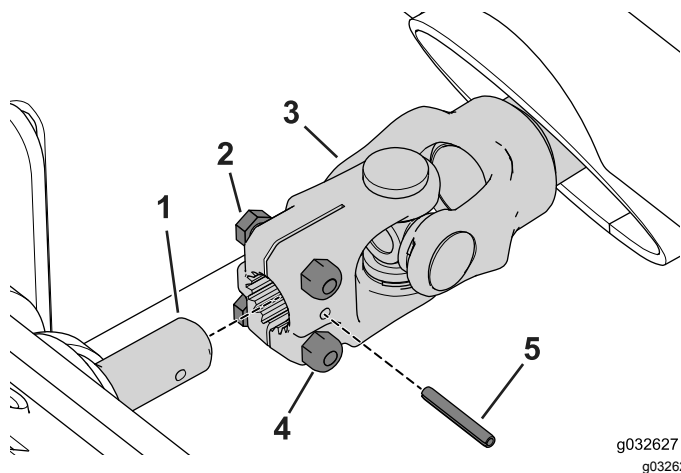

Рисунок 125
1. Подсоедините ведущий вал к валу редуктора с помощью цилиндрического штифта (Рисунок 125).